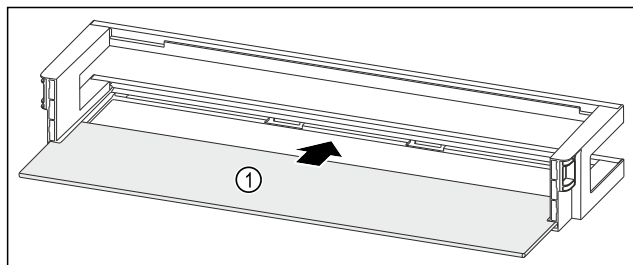

Fig. 277 Рафт на врата с рафт
- Вкарайте рафта Fig. 277 (1) в страничните прорези.